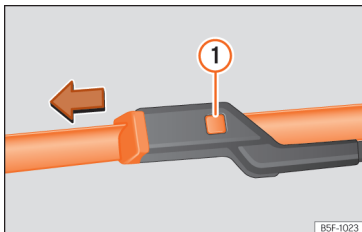

Рис. 221 Заміна щіток переднього склоочисника.
- Натисніть кнопку >>> **рис. 221** ① і легко потягніть щітку в напрямку стрілки.